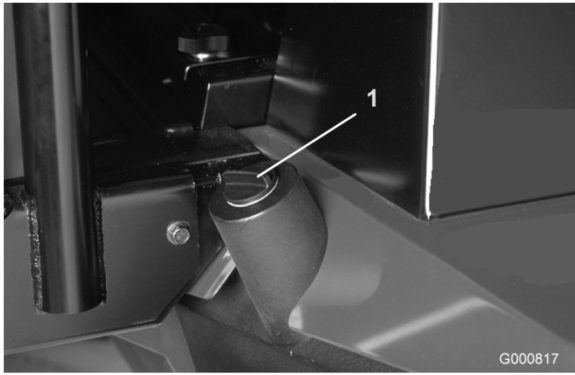

Bild 22
2. Reinigen Sie den Bereich um den Einfüllstutzen und den Deckel des Hydraulikölbehälters (Bild 22). Nehmen Sie den Deckel vom Einfüllstutzen ab.